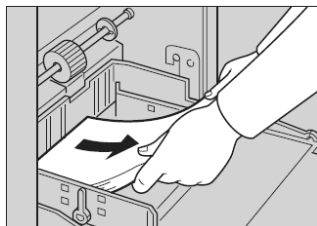

图 5-21 从进纸盘中取出纸张
(5) 印刷后的操作。
① 向下压进纸盘调整杆，从进纸盘中取出纸张，如图 5-21 所示。